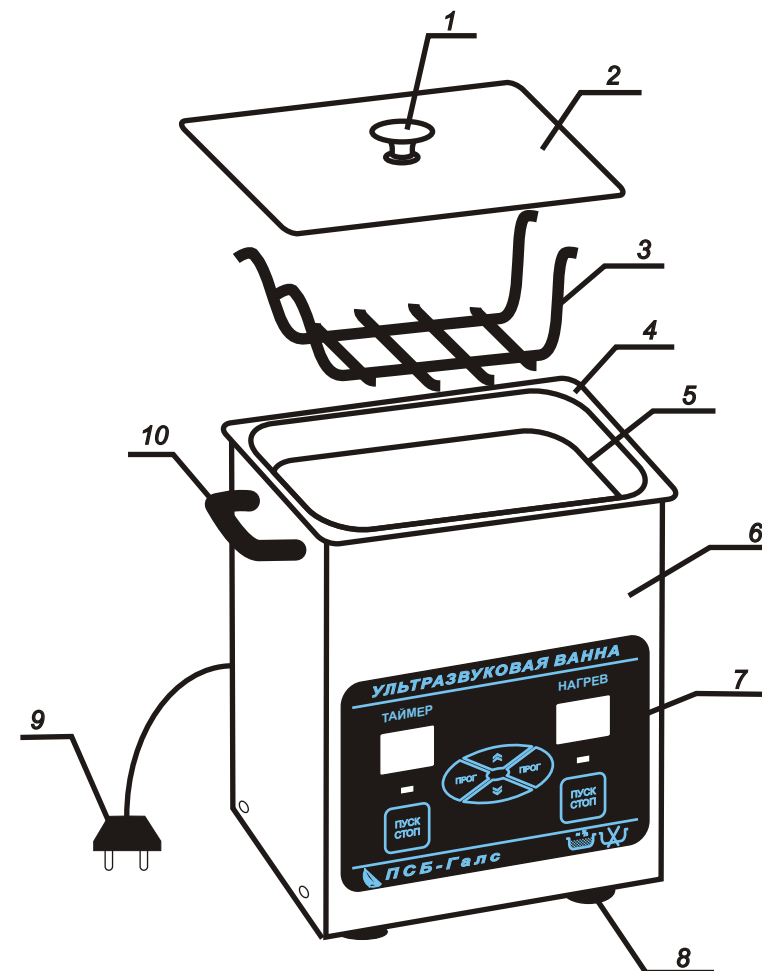

Рисунок 1.
6.6. Залить в ванну 4 (рисунок 1) моющий раствор до метки 5 (рисунок 1). При этом следует помнить, что ИЗДЕЛИЕ может быть включено только после того, как водный раствор будет залит.
6.7. Закрепить по бокам ванны подвесную решётку 3 (рисунок 1).
6.8. Подключить вилку сетевого шнура 9 (рисунок 1), к розетке электросети 220 В, 50-60 Гц.